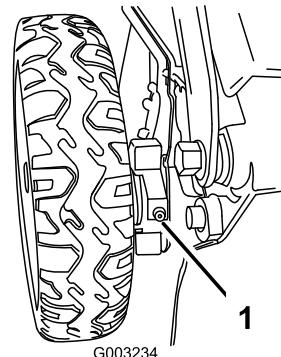

Figura 43
- Con un cencio pulito tergete i raccordi d'ingrassaggio, situati appena all'interno delle ruote posteriori (Figura 43).